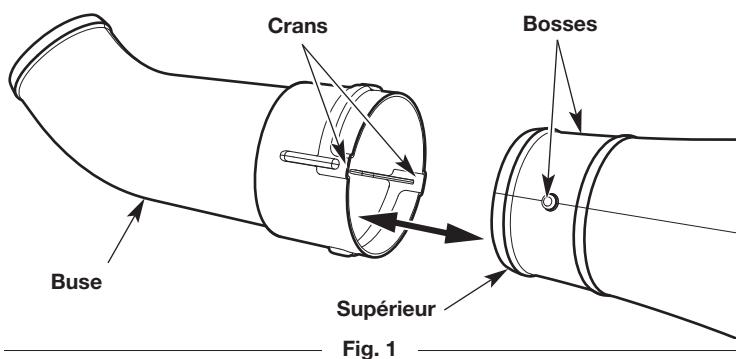

Fig. 1
1. Alignez les crans à l'intérieur de la buse avec la bosse du tube de la souffleuse (Fig. 1). Poussez la buse sur le tube de la souffleuse.